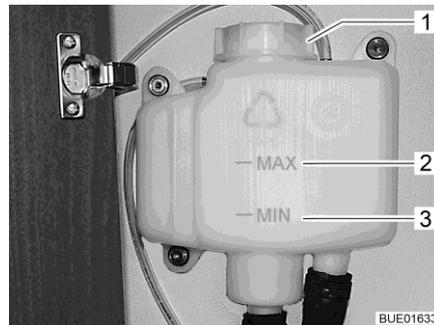

Bild 309 Ausgleichsbehälter ohne Blende
- Prüfen, ob am Ausgleichsbehälter (Bild 309) die Flüssigkeit zwischen der Markierung "MIN" (Bild 309,3) und "MAX" (Bild 309,2) steht.
- Am Ausgleichsbehälter den Drehverschluss (Bild 309,1) aufdrehen.